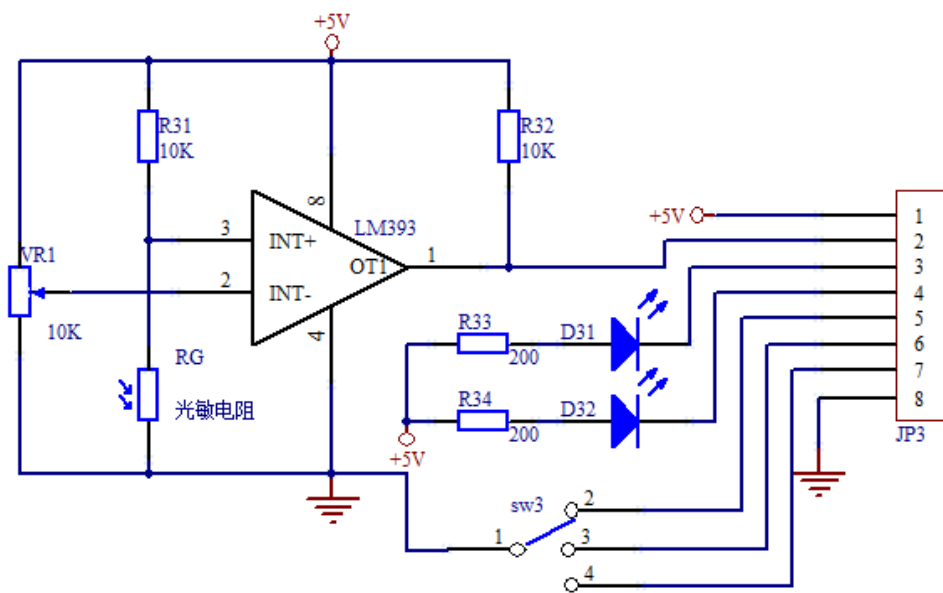

图 1 自动灯光控制模块外围电路图
(1) 外围接口功能电路如图 1 所示,按照电路原理图使用 PROTEUS 软件完成电路仿真图绘制。